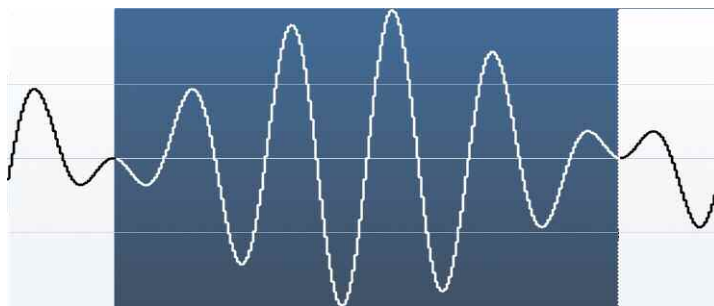
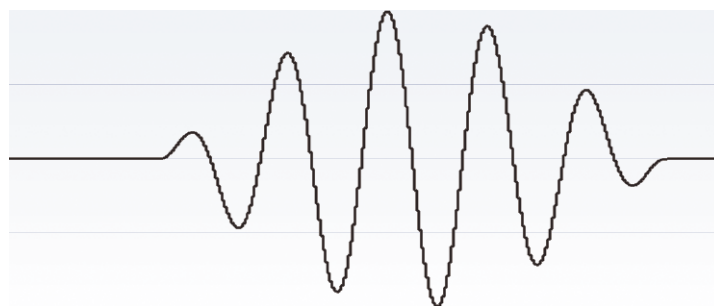

Рис. 8
Рис. 9
6. Далее остается вырезать ненужные участки (выделенный участок, рис. 8) и вставить отрезки паузы между всплесками сигнала, в результате получим сигнал, аналогичный показанному на рис. 9.